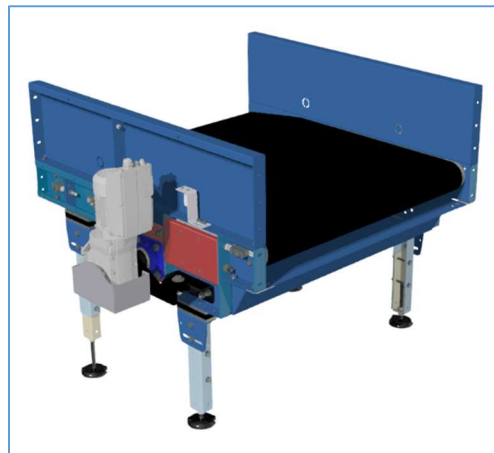
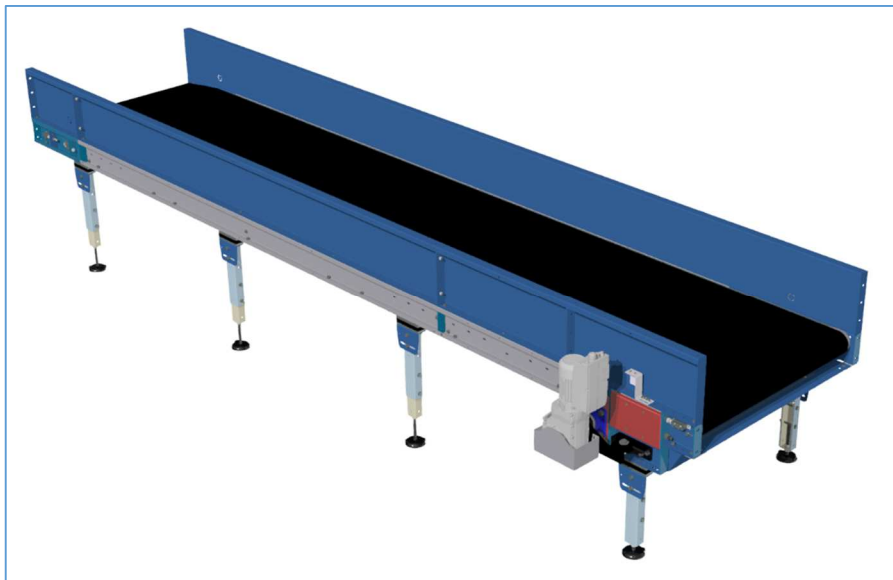

Figura 1 – nastro trasportatore modulare di 1200 mm di lunghezza
Figura 2 – nastro trasportatore modulare di 1200 di lunghezza.
- nastri trasportatori più lunghi di 1200 mm: oltre al modulo motore e al modulo tenditore, che sono component fissi, ha una quantità di moduli intermedi per raggiungere la lunghezza desiderata (ref. Figura 1 and Figura 2).